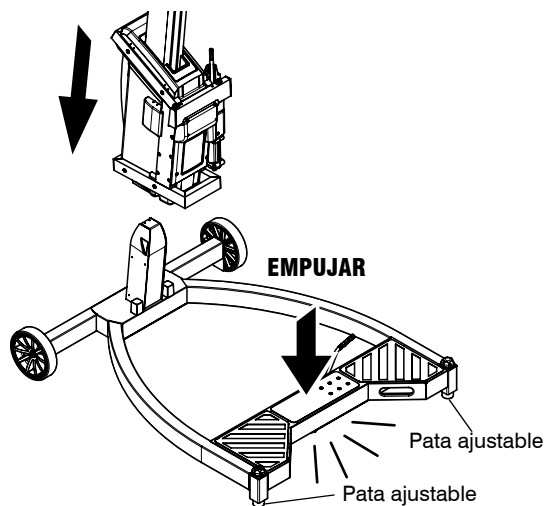

Figura 3-6. Montaje del carruaje/mástil a la base
2. Empujar sobre el peldaño de la base hasta que la rueda orientable se retraiga y la base se asiente en las patas ajustables (Figura 3-6.). La máquina ahora descansa sobre las dos ruedas traseras y las dos patas ajustables en la parte delantera.
1. Deslizar el conjunto de carruaje/mástil en el muñón del mástil. Asegurarse que quede correctamente alineado y completamente engranado. Nunca forzarlo a su posición (ver la Figura 3-6.).